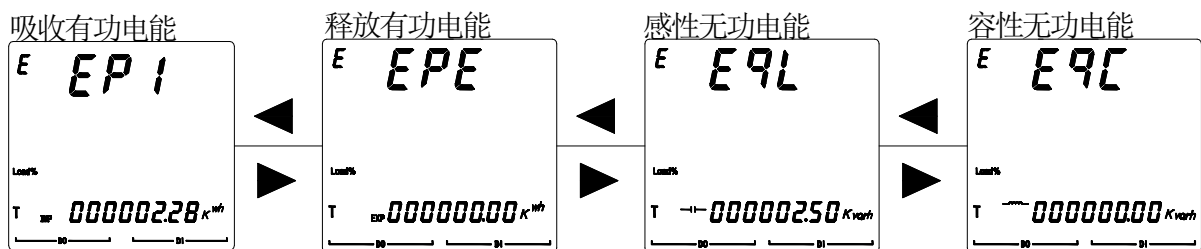

图 24
5.2.6 查看 PZ72L/80L/96L 的电参参数步骤如图 24 所示